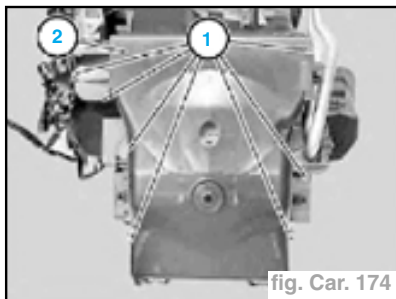

fig. Car. 174
- Déclipser les agrafes (1) et retirer la partie inférieure du carter (2) (fig. Car. 174).